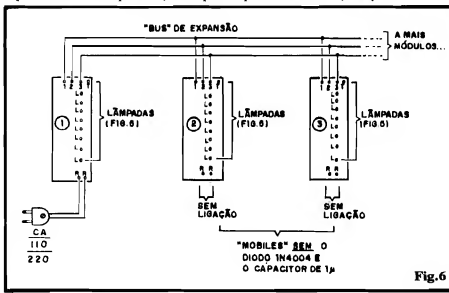

Fig. 6
- FIG. 6 - EXPANDINDO O MOBILE - Na figura esquematizamos um arranjo expandido, com 3 módulos (totalizando, portanto, 24 lâmpadas controladas...). Observem alguns pontos (cujos conceitos valerão qualquer que seja o número real de módulos "enfileirados"...).